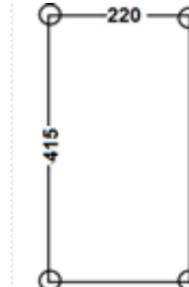

Рис.5
8.2. Установите машину на ровной, горизонтальной и устойчивой поверхности, рассчитанной на вес машины с учётом обрабатываемой заготовки. Для большей устойчивости рекомендуем машину закрепить резьбовым соединением на опорной поверхности, для чего необходимо просверлить 4 сквозных отверстия в столешнице опорной поверхности по разметке, Рис.5. Выкрутив винты крепления резиновых опор (5), закрепите машину к столешнице опорной поверхности через отверстия.